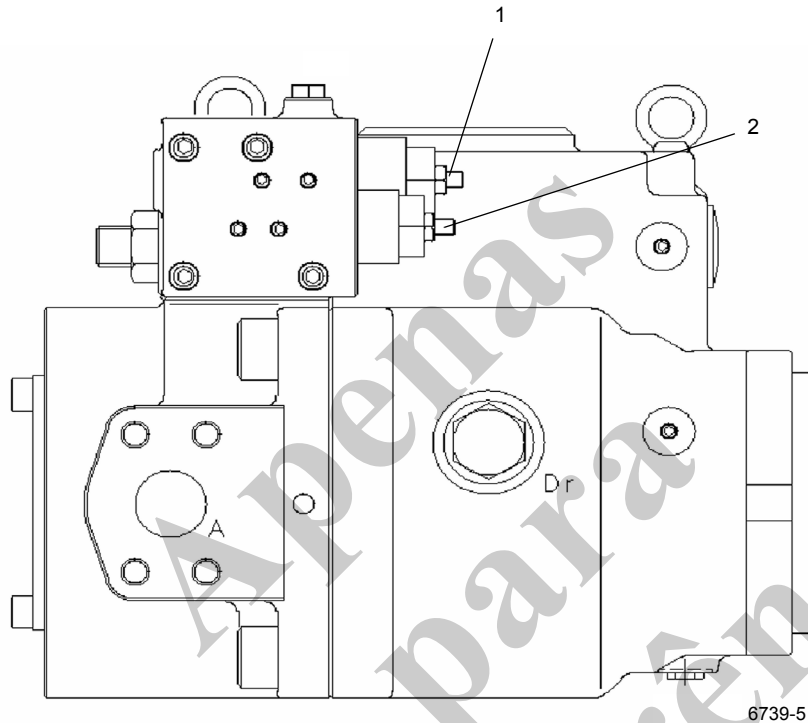

FIGURA 2-13
1. Com o motor desligado, descarte todo o óleo pressurizado armazenado nos acumuladores pressionando o pedal do freio de serviço no piso da cabine 4 a 6 vezes. Remova a proteção e a tampa da válvula de gás no acumulador (Figura 2-13).
2. Antes de conectar o conjunto de carga de gás (Figura 2-13) na válvula de gás, gire a alavanca em “T” do regulador de pressão para gases totalmente para fora (sentido anti-horário).
6. Se a pressão for 5,5-5,9 MPa (800-850 psi), remova o conjunto da válvula de carga girando a alavanca em “T” totalmente para fora no regulador de pressão para gases e abra a válvula de sangria (Figura 2-13). Se a pressão estiver baixa, consulte o procedimento de pré-carga a seguir.